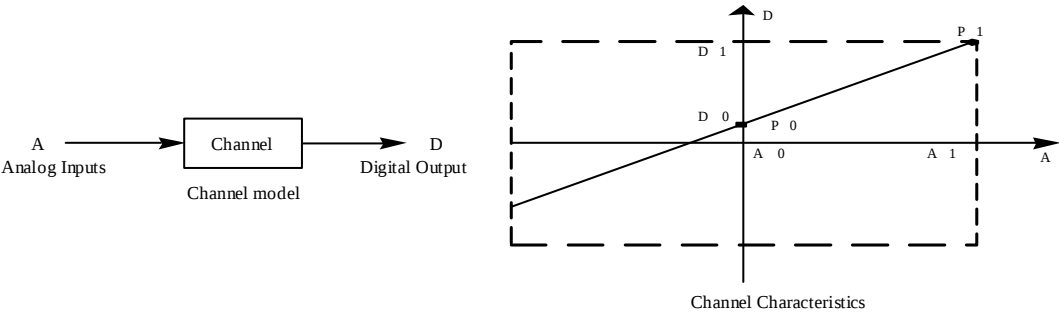

Рисунок 3-1 Схема характеристик канала модуля VC-4TCO
(1) Для характеристик входных каналов модуля VC-4TCO характерна линейная зависимость между величиной аналогового A входного температурного сигнала канала и величиной цифрового D выходного сигнала. Эту зависимость можно устанавливать самостоятельно. Каждый канал модуля можно схематично представить как показано на рис. 3-1. Поскольку зависимость линейная, характеристики любого канала можно определить по двум точкам P_0 (A_0, D_0) и P_1 (A_1, D_1), где « D_0 » представляет собой уровень цифрового выходного сигнала канала, соответствующий аналоговому входному сигналу « A_0 », а « D_1 » представляет собой уровень цифрового выходного сигнала канала, соответствующий аналоговому входному сигналу « A_1 ».
(2) Погрешность измерения из-за сопротивления проводников кабеля канала устраняется настройкой его характеристик. По соображениям удобства работы и отсутствия влияния на реализацию функционального назначения, в текущем режиме работы значения « A_0 » и « A_1 » принимаются как [Измеренное значение 1] и [Измеренное значение 2] соответственно, а значения « D_0 » и « D_1 » — это [Стандартное значение 1] и [Стандартное значение 2] соответственно, см. рисунок 3-1. При необходимости можно самостоятельно изменить характеристики канала, отрегулировав точки (A_0, D_0) и (A_1, D_1). Заводская настройка по умолчанию для (A_0, D_0) составляет 0 значение температуры внешнего аналогового входа, (A_1, D_1) — максимальное значение температуры внешнего аналогового входа, т.е. 12000 (шаг: $0,1^\circ\text{C}$). Заводская настройка по умолчанию показана на рисунке 3-2, где $A_0 = 0$, $A_1 = 12\,000$ (шаг: $0,1^\circ\text{C}$)